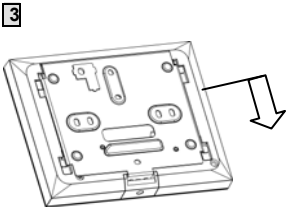

Fig. 1
- Sganciare la tastiera dalla staffa a muro facendola slittare (Fig. 1).